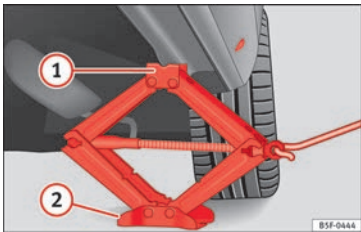

Bild 83 Montera domkraft.
- Skruva på domkraftens* hisspak, placerad under stödpunkten på staket, för att höja den tills flik **①** » **bild 83** är under urtaget.
- Justera domkraftens* så att flik **①** "griper tag" om huset som finns på staket och den mobila basen **②** vilar på marken. Basplattan **②** ska vara vertikal i jämförelse med stödpunkten **①**.